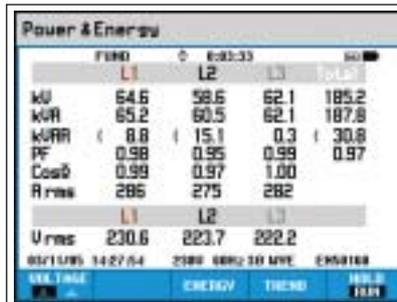
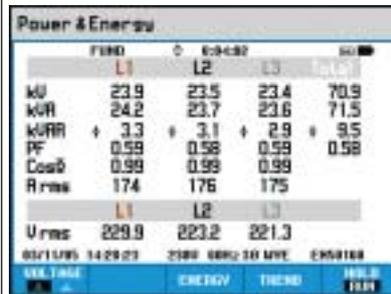

Abb. 6a - Leistungsmessungen an einer linearen Last
Abb. 6b - Leistungsmessungen an nicht-linearen Lasten
Fluke 434 misst auch die Leistung und den Energieverbrauch, wobei die Ergebnisse auf der Power & Energy Anzeige des Instruments dargestellt werden (Abb. 6). Alle Leistungsparameter werden übersichtlich angezeigt und sind dadurch leicht zu interpretieren. Das Instrument ermöglicht außerdem den Vergleich von $\cos \varphi$ oder dem Verschiebungsleistungsfaktor (DPF) mit dem Leistungsfaktor Lambda (PF). Bei linearen Lasten (Abb. 6a) ist $\cos \varphi$ gleich dem Leistungsfaktor Lambda, was auf die Abwesenheit von Oberschwingungen hinweist. Wenn sich $\cos \varphi$ und Leistungsfaktor Lambda unterscheiden (Abb. 6b), sind Oberschwingungen vorhanden.